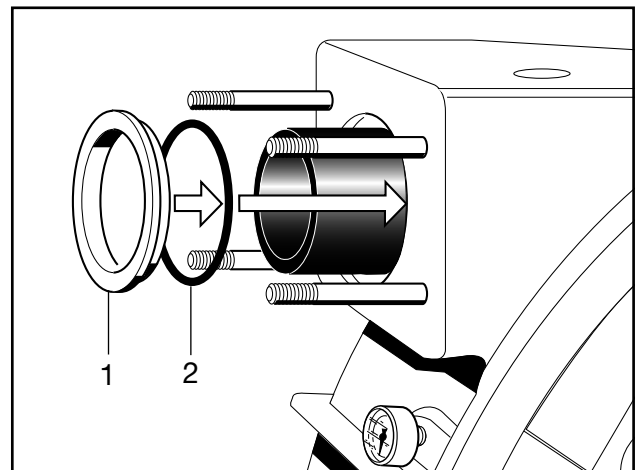

Fig. 33 Montering af den aftrappede ring
4. Monter først tilslutningsstudserne komplet på tryksiden. Begynd med montering af den nye O-ring (pos. 2, fig. 33) fulgt af den aftrappede ring (pos. 1, fig. 33).